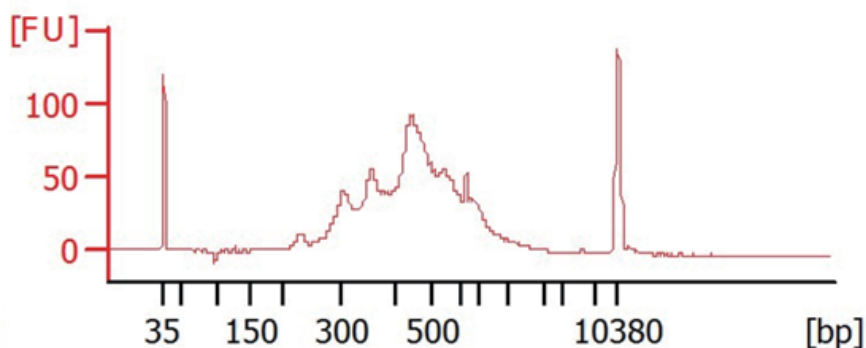

图1 该组合产品正常情况下的文库片段分布
- 检查 Fast PCR-FREE 文库的浓度和片段分布是否正常，图 1 为 Fast PCR-FREE 文库正常的片段分布。图中文库片段大小比实际偏大，因为 PCR-FREE 接头为非完全的双链结构，所以电泳迁移的速率更慢。